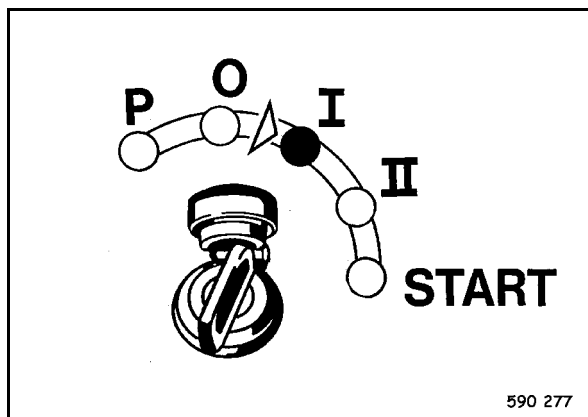

Fig. 66
- Girare la chiave di accensione (Fig. 66) in posizione "I".